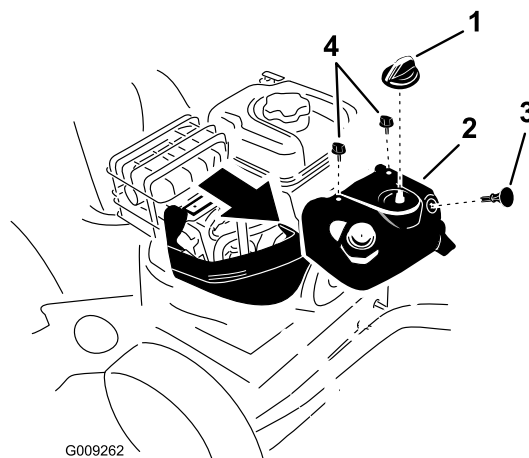

Figure 52
Remarque: Vous devez déposer le capot anti-neige pour accéder à la bougie d'allumage (Figure 52).
1. Enlevez la commande de starter et la clé de contact (Figure 52).
2. Enlevez les 2 vis qui fixent le capot anti-neige à la fraise à neige (Figure 52).